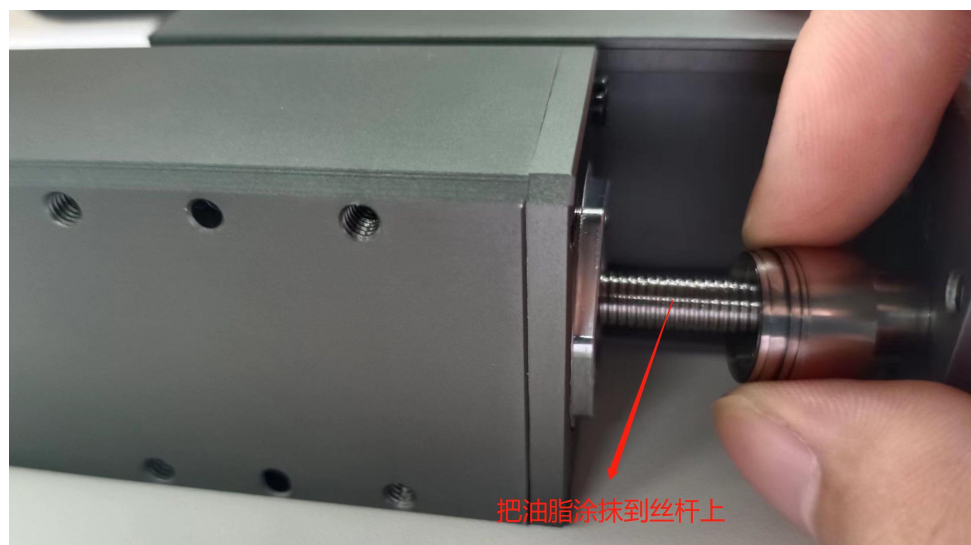

图 11.1 直线滑台涂抹油脂示意图
- (1) 定期检查清洁丝杆，避免异物进入导致丝杆部件损坏。
- (2) 定期涂抹润滑脂，避免丝杆加速磨损，导致精度降低，如图 11.1。
- (3) 检查螺钉是否生锈或损坏，若是，请更换。